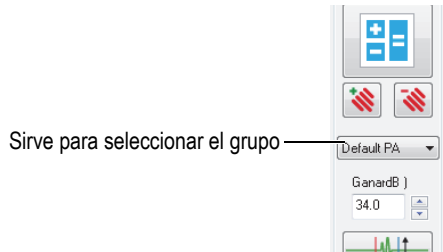

Figura 4-15 Selección del grupo UT en la Tabla de control
5. En la tabla de control, seleccione el nuevo grupo creado (ver Figura 4-15 en la página 121).